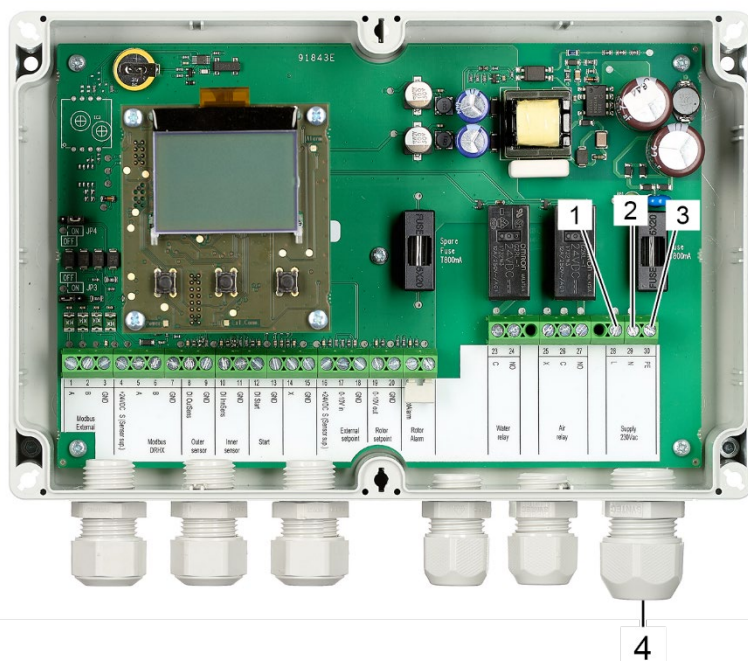

Abbildung 93: Terminals Stromversorgung
33. Führen Sie ein 230-V-Netzkabel durch die Kabelbuchse (Abbildung 93/4).
34. Schließen Sie das Phasenkabel an Terminal 28 (Abbildung 93/1, L) an.
35. Schließen Sie den Nullleiter an Terminal 29 (Abbildung 93/2, N) an.
36. Schließen Sie den Schutzleiter an Terminal 30 (Abbildung 93/3, PE) an.